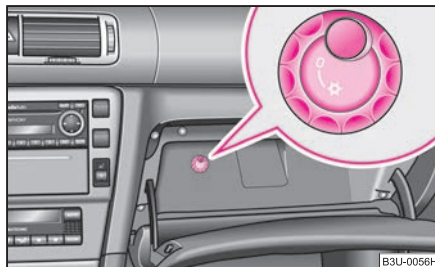

Abb. 94 Ablagefach:
- Mit dem Drehschalter ⇒ **Abb. 94** schalten Sie die Kühlung ein bzw. aus.